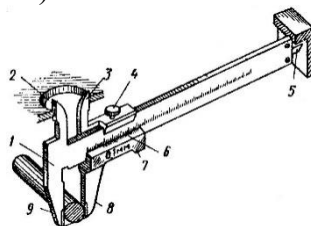

Рис. 1. Конструктивные элементы штангенциркуля.
10. Выбрать правильный ответ (рис.1.):
Для определения линейных размеров тел используются самые различные измерительные приборы. Для простых измерений (в быту) используется масштабная линейка. Если необходимо произвести измерения с большей точностью, пользуются приборами, снабженными нониусами. **НОНИУСОМ** называется дополнительная шкала, которая позволяет более точно отсчитать доли наименьшего деления основной шкалы. При использовании нониуса можно повысить точность измерения в 10-20 раз. Например, **ЛИНЕЙНЫЙ НОНИУС** представляет собой небольшую линейку С со шкалой, скользящую по основной линейке А (рис.1). Причем все m делений нониуса равны по длине $(m-1)$ делениям шкалы линейки А. Если a - цена деления нониуса, b - цена деления основной шкалы, то $am = (m-1)b$ (1)
Измерения при помощи нониуса проводят следующим образом. Один конец измеряемого предмета совмещают с нулевым делением основной шкалы А, другой- с нониусом С (рис.1). Можно определить искомую длину тела L :